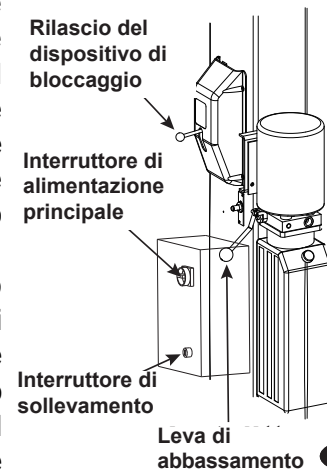

Fig. 3
D. Abbassare la leva della valvola per la discesa, Fig. 3.